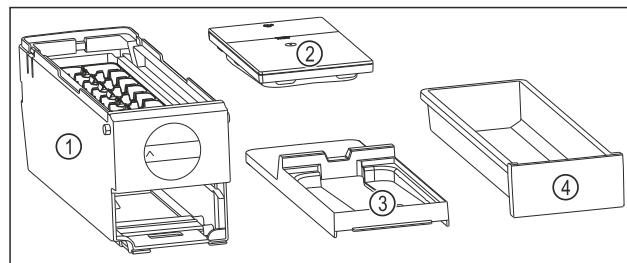

Fig. 150 EasyTwist-Ice 的组成部分
- EasyTwist-Ice 已被拆解为四部分。(参见 Fig. 150)
- 仅将 EasyTwist-Ice 拆解成所示的组成部分。(参见 Fig. 150)
- 将 EasyTwist-Ice 机身 Fig. 150 (1) 作为整体进行清洁。